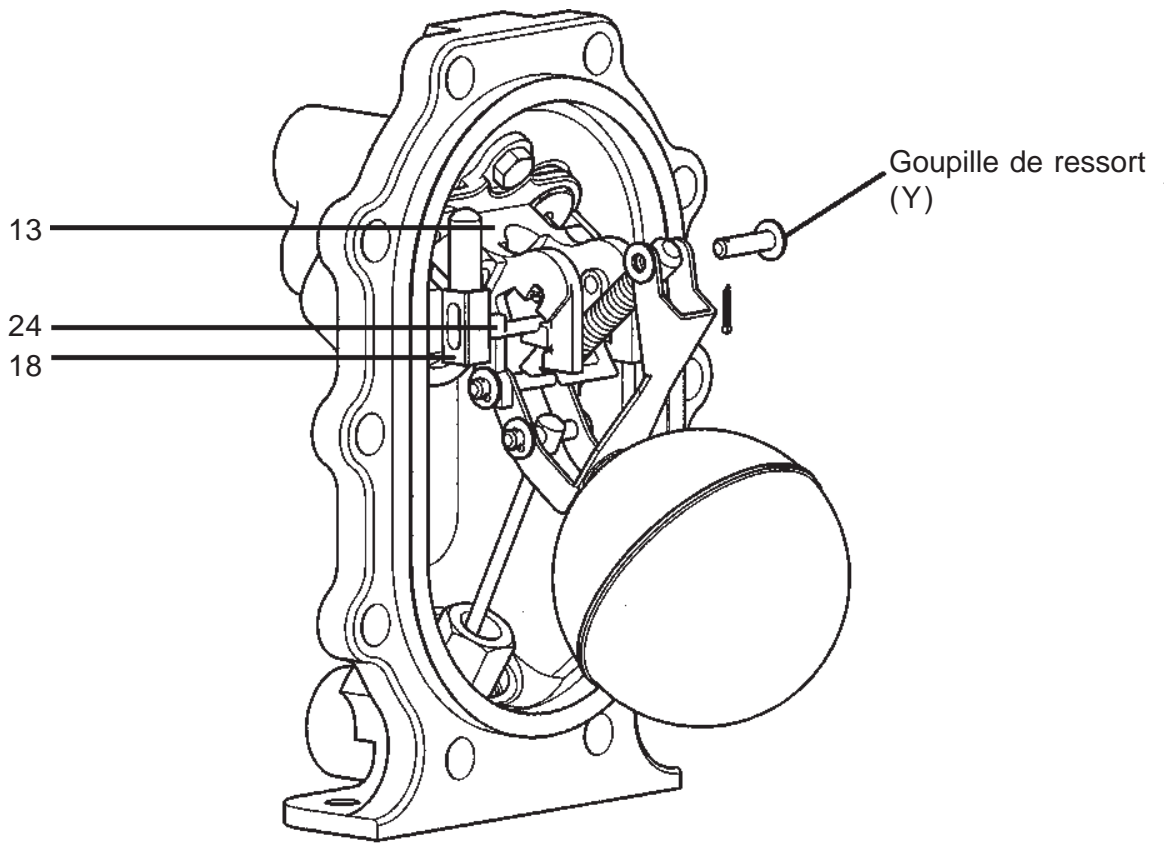

Fig. 18
4. Retirer la goupille et la rondelle de la goupille de ressort (Y) (Fig. 18).
8. Tourner lentement la soupape d'échappement pour arriver jusqu'à la rainure sur le levier (Rep. 24, Fig. 18) en faisant attention de ne pas endommager ou perdre le petit ressort de compression de la soupape d'échappement.